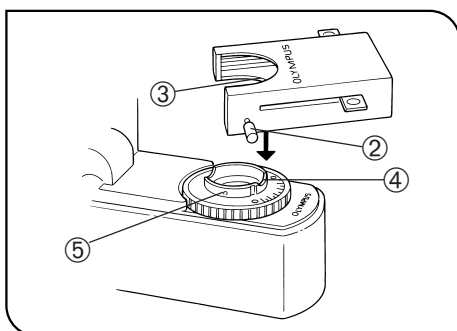
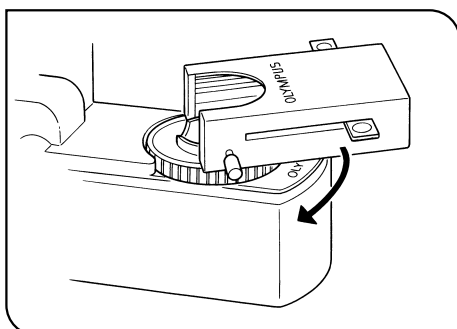

Abb. 8
Abb. 9
- 1. Die Feststellschraube der Filterkassette ② vollständig lösen. (Abb. 8)
- 2. Den Keil ③ an der Unterseite der Filterkassette mit der Positionierkerbe ④ der Filteraufnahme ausrichten und die Filterkassette von oben einrasten lassen.
- 3. Die Filterkassette drehen, um ihre Seiten mit dem Sockel auszurichten. (Abb. 9)
- 4. Die Feststellschraube ② mit der Bohrung ⑤ an der Filteraufnahme ausrichten und anziehen, um die Filterkassette zu befestigen.